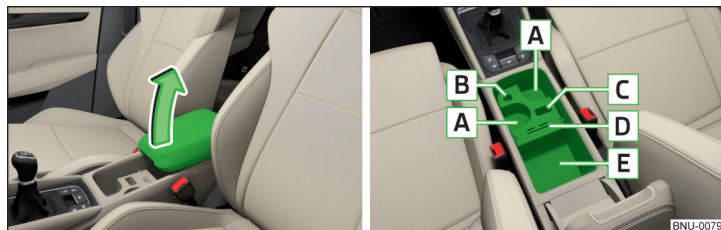

Fig. 106 Abrir el compartimento guardaobjetos/ espacio interior del compartimento
- Para **abrir**, elevar el apoyabrazos del guardaobjetos en el sentido de la flecha hasta el tope » fig. 106.
Área interna del guardaobjetos » fig. 106;